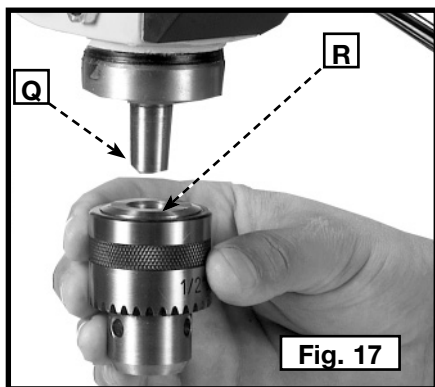

Fig. 17
REMARQUE : S'assurer que la broche conique (Q, fig. 17) et le trou taraudé du mandrin (R) sont propres et exempts de graisse et de couches protectrices de vernis ou d'antirouille.